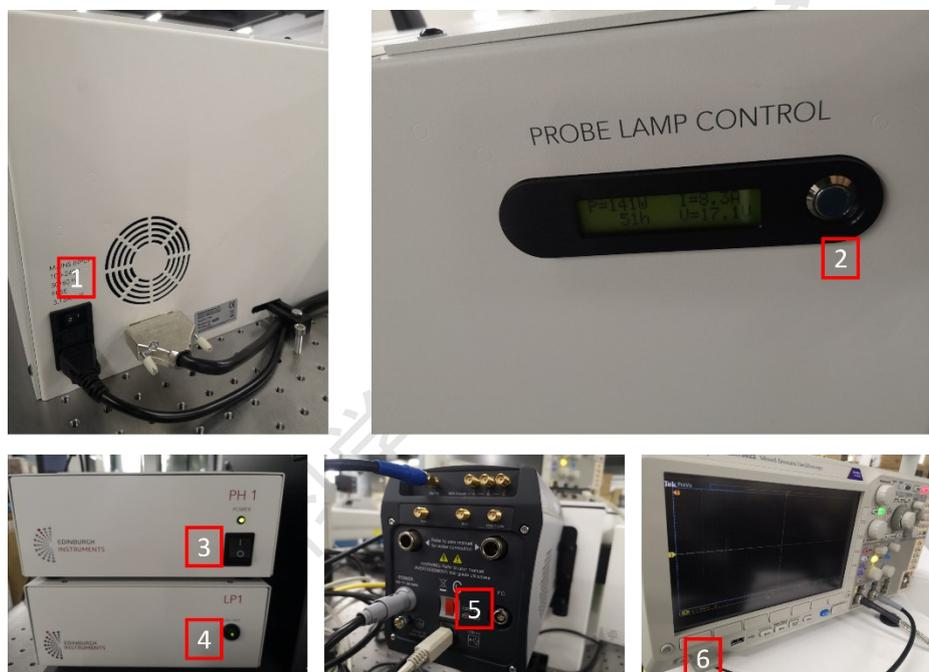

图 7.4. LP980 纳秒瞬态吸收光谱仪各部分电源位置示意和开机顺序。
打开氙灯电源 (1) ——点亮氙灯 (2) ——打开 PH1 集线板 (3) ——打开 LP1 控制盒 (4) ——打开 ICCD 电源 (5) ——打开示波器电源 (6), 如图 7.4 所示。